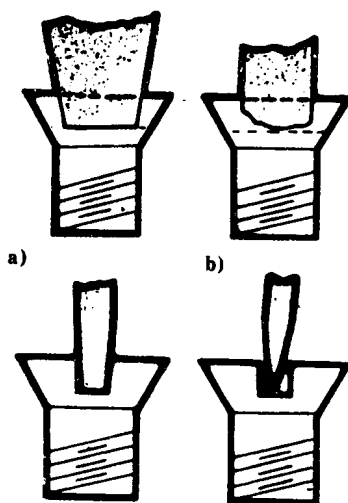

图 1-5 起子与螺栓(钉)槽口应吻合
(2)使用时,起子口端要和螺栓(钉)槽口相适应、大小合适,起子口端太薄易发生断裂,太厚则不能完全嵌入槽口内,容易损坏起子口端和螺栓(钉)槽口,如图 1-5 所示。